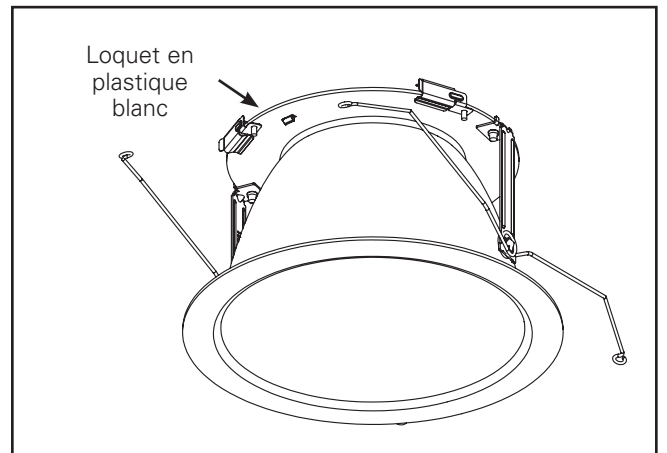

**Figure 10**
6. Repérez le câble d'attache vert à l'intérieur du cylindre et fixez-le au dissipateur thermique à l'aide de la vis et de la rondelle contenues se trouvant dans l'enveloppe fixée au câble d'attache. (Figure 10)